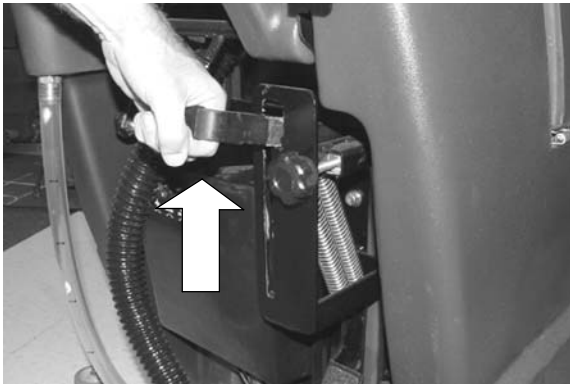

FIG. 23
- b. Levez le levier de réglage de la pression pour le bloquer (Figure 23).